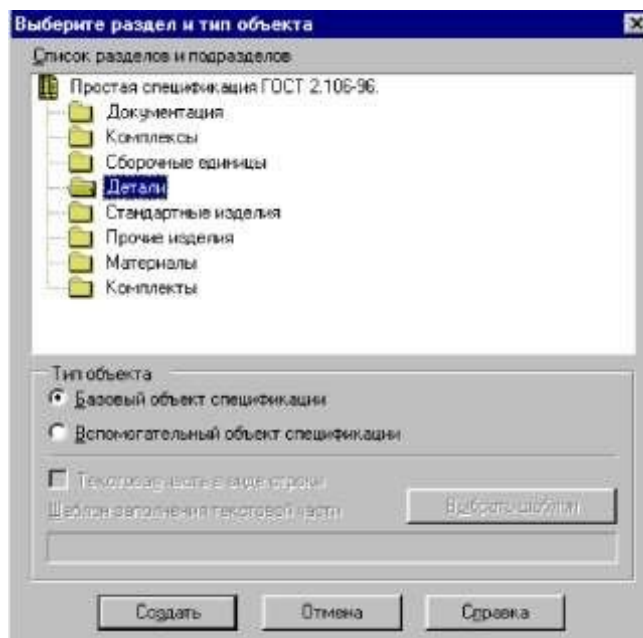

Рисунок 10.9 – Создание раздела Детали
1. Выполните команду *Редактор – Добавить раздел*. В диалоговом окне Выберите раздел и тип объекта сделайте текущим раздел *Детали* и щелкните на кнопке *Создать* (рисунок 10.9).